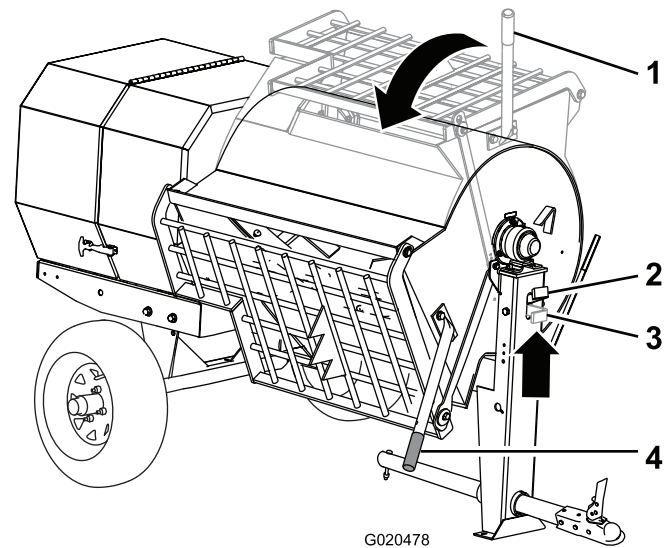

Figure 33
2. Saisissez la poignée de vidage de la main gauche (Figure 33).
3. Levez la poignée du verrou de la cuve (Figure 33).
4. Placez les deux mains sur la poignée de vidage et tournez-la dans le sens antihoraire pour décharger le contenu de la cuve (Figure 33).
5. Tournez la poignée de vidage **dans le sens horaire** jusqu'à ce que le verrou de la cuve bloque celle-ci en position redressée (Figure 33).